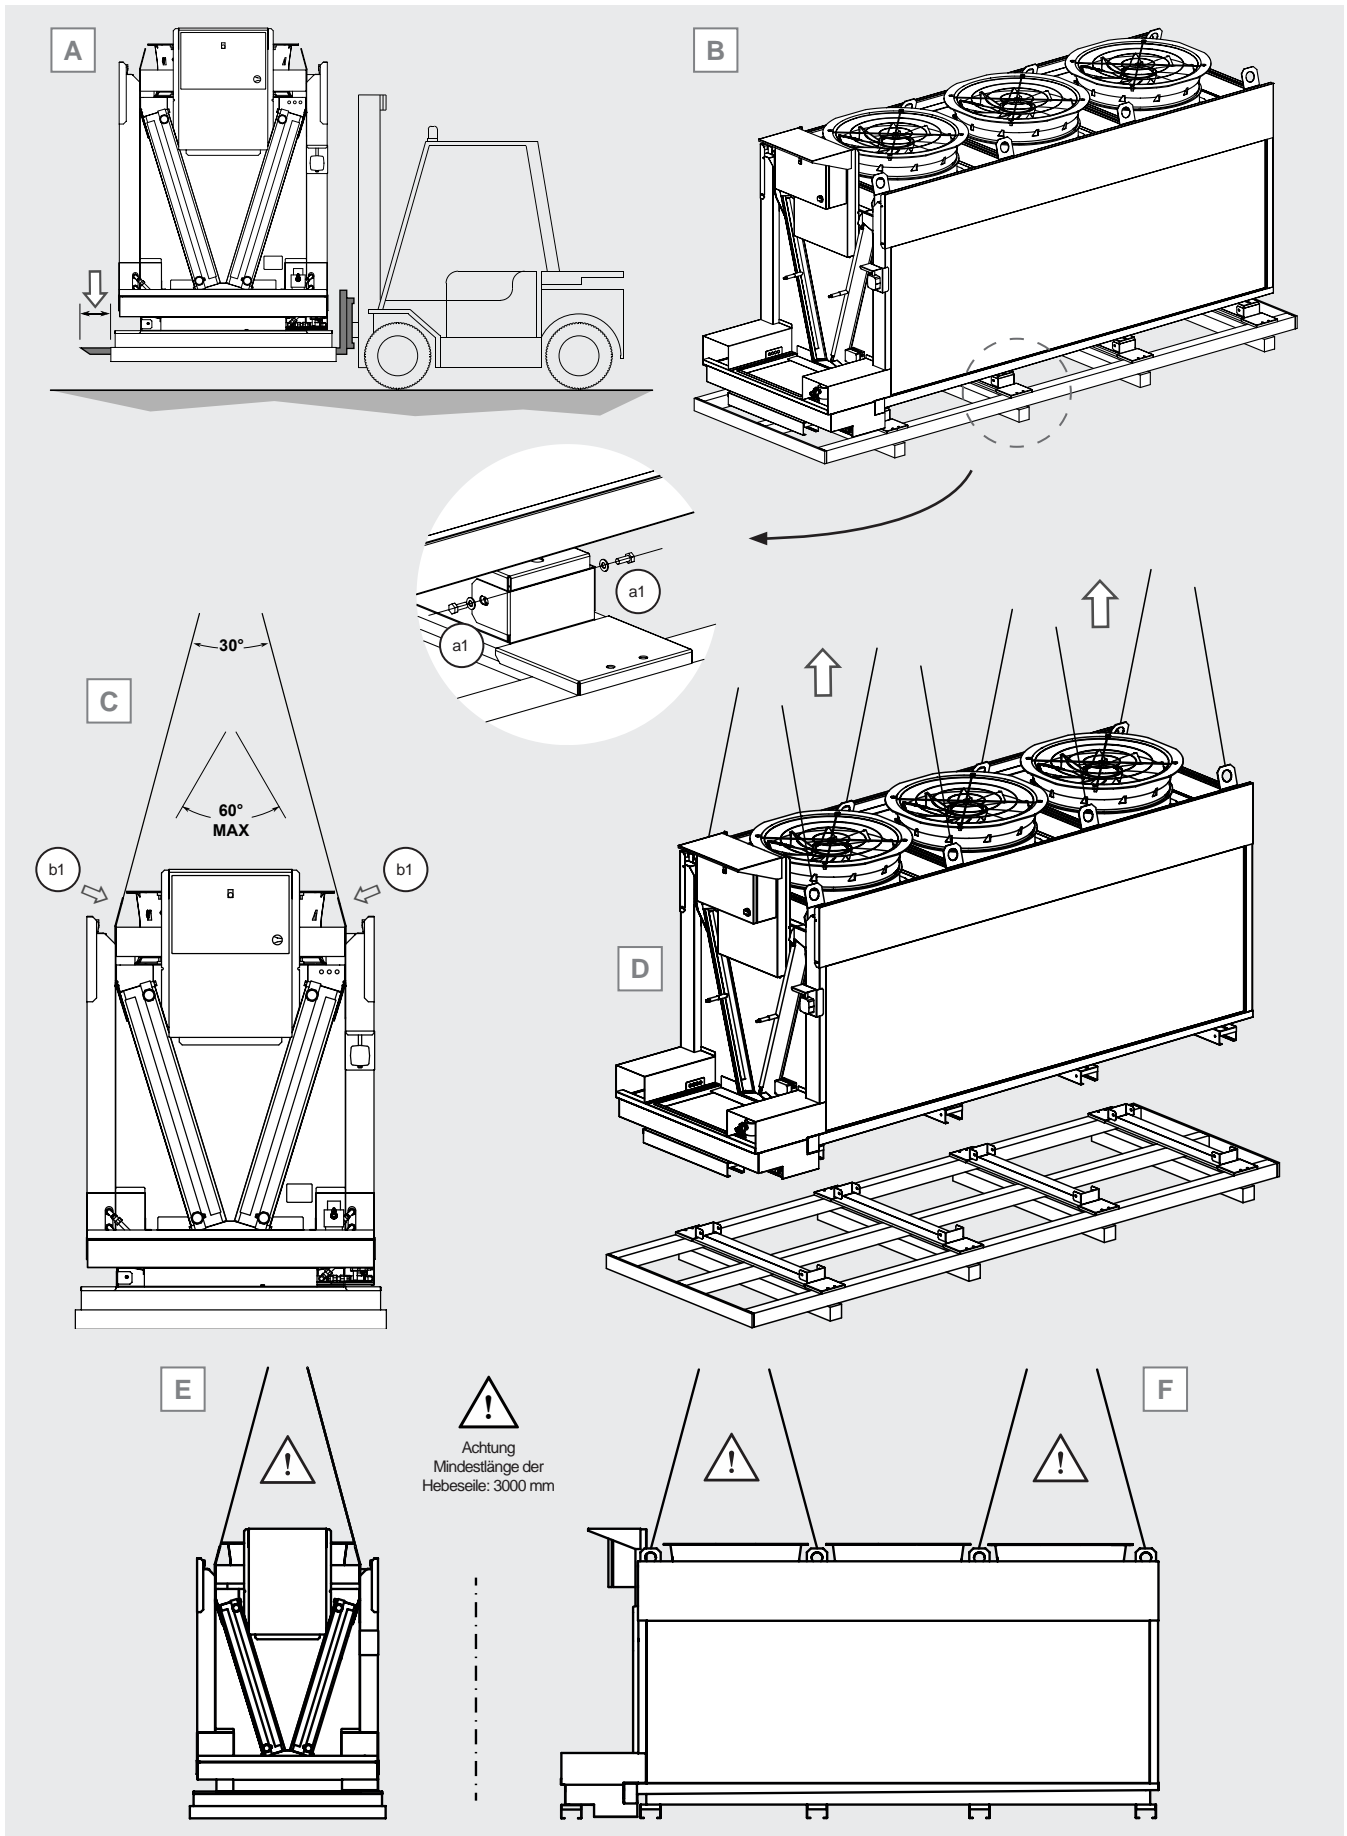

Abbildung 5
- 5.2 Für das Be- und Entladen vom Transportfahrzeug mit einem Gabelstapler müssen die Hebebügel länger sein als die Tiefe der Verpackung und/oder des Modells. Siehe Abbildung 5 A.
- 5.3 Für das Be- und Entladen vom Transportfahrzeug mit einem Kran oder Hallenkran ist dieser an den in Tabelle 2 angegebenen Hebepunkten zu befestigen. Siehe Abbildung 5 C. Hinweis: Zur Erleichterung der reinen Be- und Entladevorgänge vom Transportfahrzeug können auch nur vier Hebepunkte verwendet werden.
- 5.4 Zur Entfernung der Palette vor der Installation des Modells sind die Schrauben (a1), die die Stützhalterungen des Modells auf der Transportpalette fixieren, zu lösen. Siehe Abbildung 5 B.
- 5.6.1 Befestigen Sie den Kran oder Brückenkran an den Hebepunkten (b1), siehe Abbildung 5 C;
- 5.6.2 Heben Sie das Modell an und platzieren Sie es an seinem endgültigen Standort. Verwenden Sie alle Hebepunkte. Siehe Abbildung 5 D.
Für das Be- und Entladen des Modells vom Transportfahrzeug sowie für dessen Handhabung sind Hebeseile und Traversen zu verwenden. Traversen können sowohl in Längs- als auch in Querrichtung eingesetzt werden. Siehe Abbildung 5 E und F.